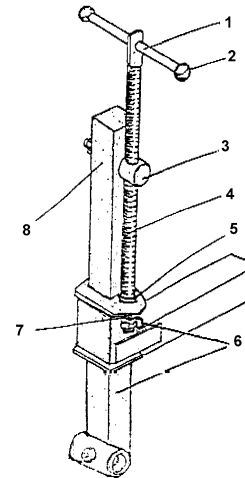

Рис. 8 Механизм колеса переднего
4.10 Навеска (рис. 8) состоит из стоек 8, планок 2, шарнирно соединенных с тягой при помощи пальцев.